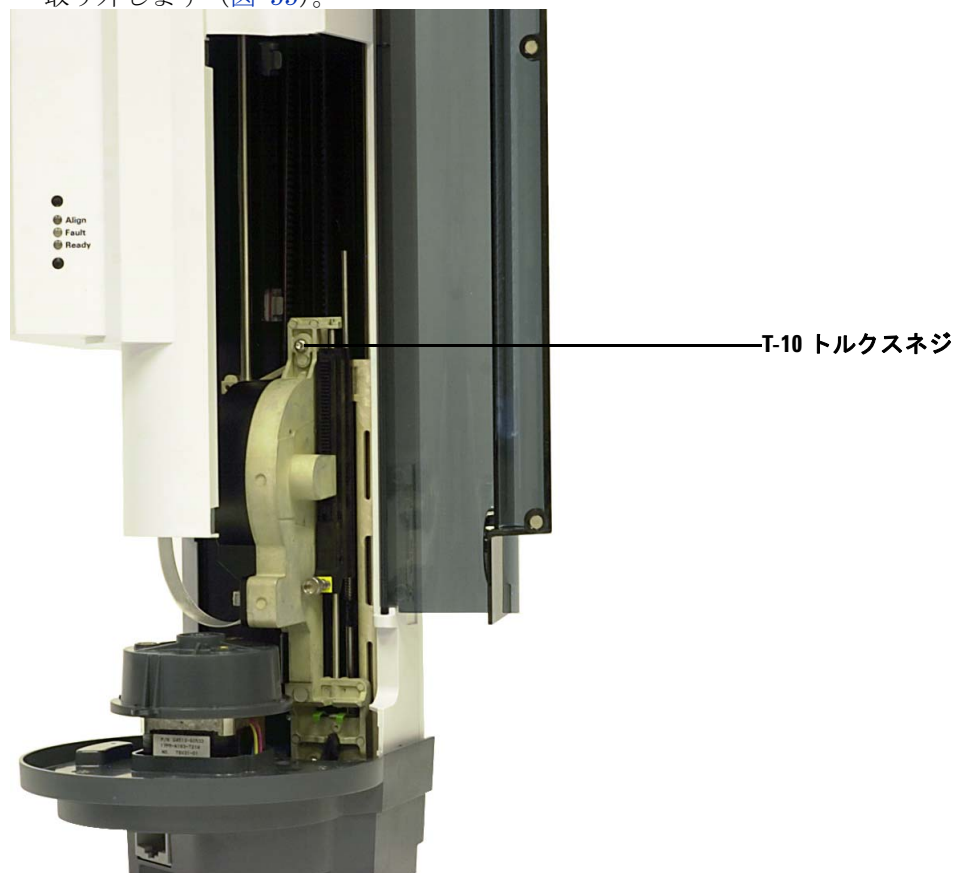

図 99 シリンジキャリア上部の T-10 トルクスネジを取り外す
- 4 シリンジキャリアアセンブリの上部の T-10 トルクスネジを完全に緩めて、取り外します (図 99)。